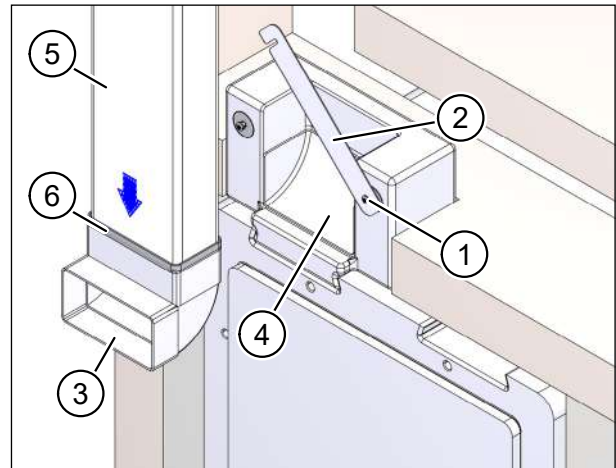

Abb. 28: Flachkanäle in Kanalanschlussadapter einsetzen
- ▶ Lockern Sie die beiden Kreuzschlitzschrauben (Pos. 1 in Abb. 28) und klappen Sie den Riegel (Pos. 2 in Abb. 28) nach oben.
- ▶ Nehmen Sie den Flachkanal-Winkel (Pos. 3 in Abb. 28) aus dem Kanalanschlussadapter (Pos. 4 in Abb. 28).
- ▶ Setzen Sie einen Flachkanal M-WRG-FK-F (Pos. 5 in Abb. 28), Art.-Nr. 200104, oder den Formstückadapter M-WRG-FSA lang, Art.-Nr. 200234, in den Flachkanal-Winkel ein.
- ▶ Dichten Sie die Verbindungsstelle mit einer Lage Dichtband von 30 mm Breite (Pos. 6 in Abb. 28) ab.
- ▶ Setzen Sie den Flachkanal-Winkel (Pos. 3 in Abb. 28) zusammen mit dem angefügten Flachkanalelement (Pos. 5 in Abb. 28) wieder in den Kanalanschlussadapter (Pos. 4 in Abb. 28) ein.
- ▶ Klappen Sie den Riegel (Pos. 2 in Abb. 28) nach unten und ziehen Sie die Kreuzschlitzschrauben (Pos. 1 in Abb. 28) vorsichtig an.